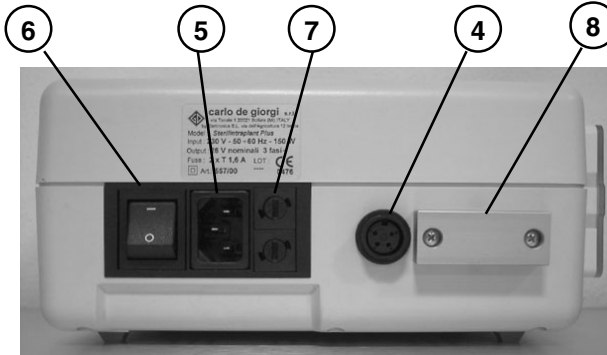

Fig. 2
Por último, conectar el enchufe de alimentación a la toma de corriente, conectando (véase fig. 2) el lado correspondiente al aparato al enchufe (5) presente en la parte trasera; en la misma figura pueden verse el interruptor general (6) y el fusible doble de protección (7).
- 2) encender el aparato mediante el interruptor general (6 de fig. 2);
En caso de falta de funcionamiento del aparato, controlar los fusibles presentes en su parte trasera (7 de fig. 2). Para la sustitución, utilizar fusibles con las características indicadas en la tabla del cap. 2. Antes de controlar los fusibles se deberá disponer el interruptor general en posición 0 (OFF) y aislar la máquina respecto de la alimentación de energía; controlar el funcionamiento de los fusibles y sustituirlos en caso de ser necesario. Una vez cerrados los tapones es posible conectar nuevamente el cable de alimentación. **En caso de verificarse repetidas anomalías, averías o desperfectos, desconectar de inmediato la toma de alimentación y contactar con la empresa CARLO DE GIORGI.**